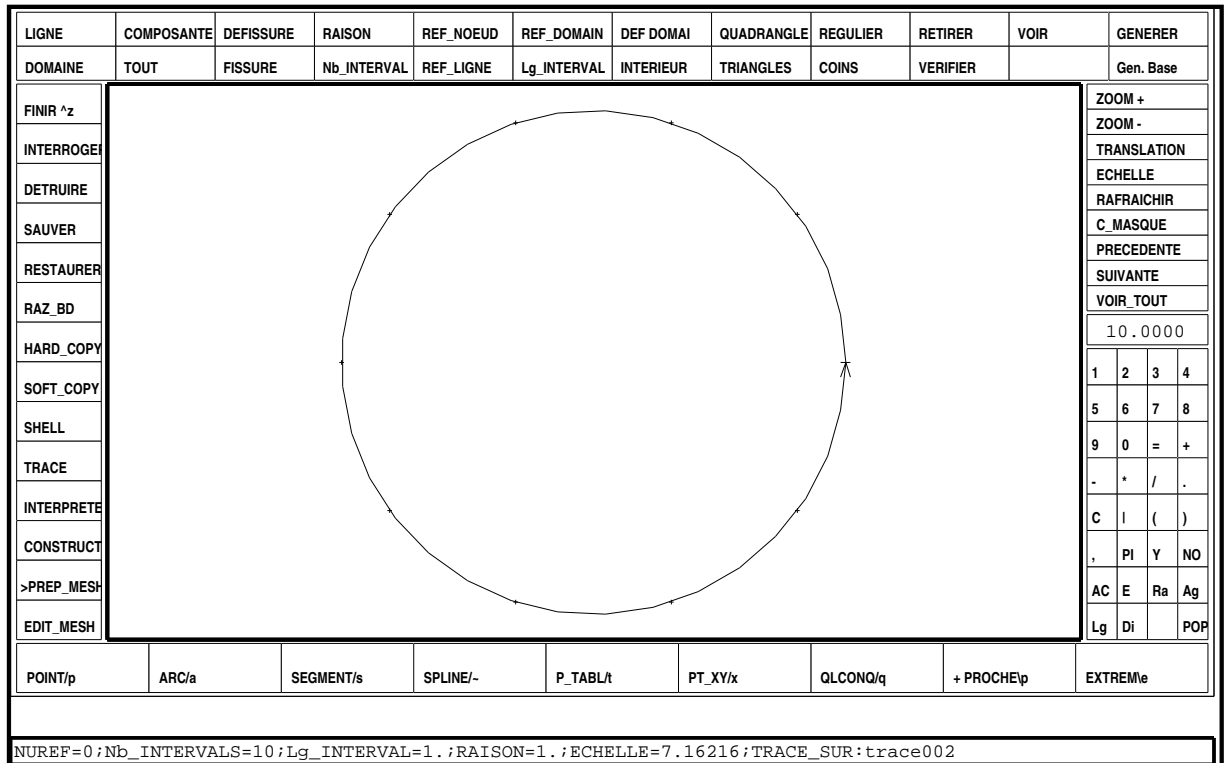
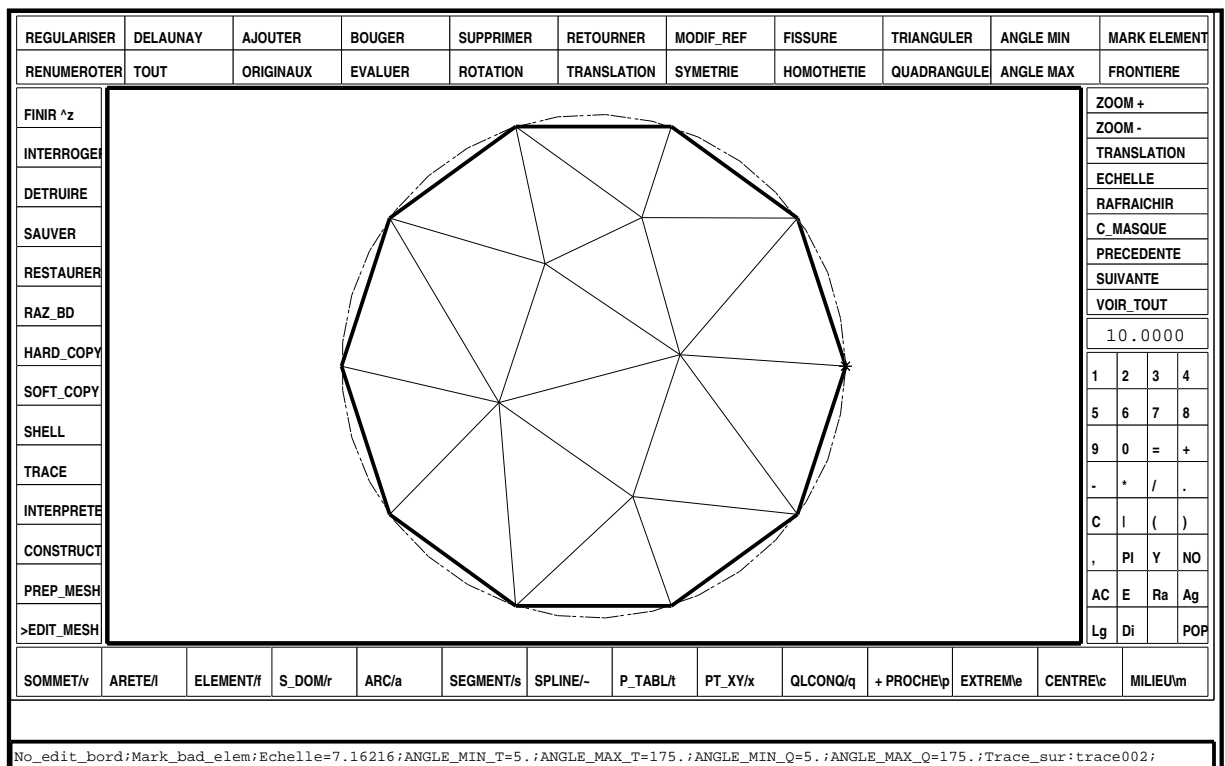

Figure 3: Le cercle unité discrétisé
Figure 4: Le cercle unité maillé
Les points générés s'affichent sur l'écran (figure 3). On peut construire le maillage, en passant dans l'application EDIT_MESH, pour cela il suffit de cliquer dans la case EDIT_MESH du menu général, puis de taper quatre (CR) au clavier afin d'utiliser les options par défaut aux 4 questions posées par le mailleur. Le maillage du cercle s'affiche sur l'écran (figure 4). On peut sauver le maillage avec la case SAUVER du menu général, en donnant :